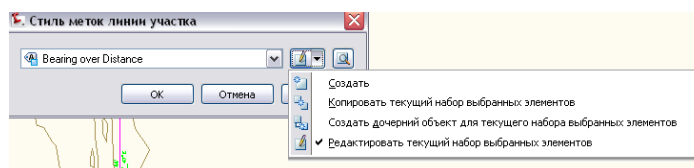

Рисунок 13. Диалоговое окно для доступа к инструментам редактирования стиля меток
- 2 При этом открывается диалоговое окно "<Объект> Стиль меток" (рисунок 13), из которого можно выполнять многочисленные различные команды для того, чтобы либо создавать новый стиль, копировать существующий стиль или дочерний стиль, либо редактировать текущий выбранный стиль.